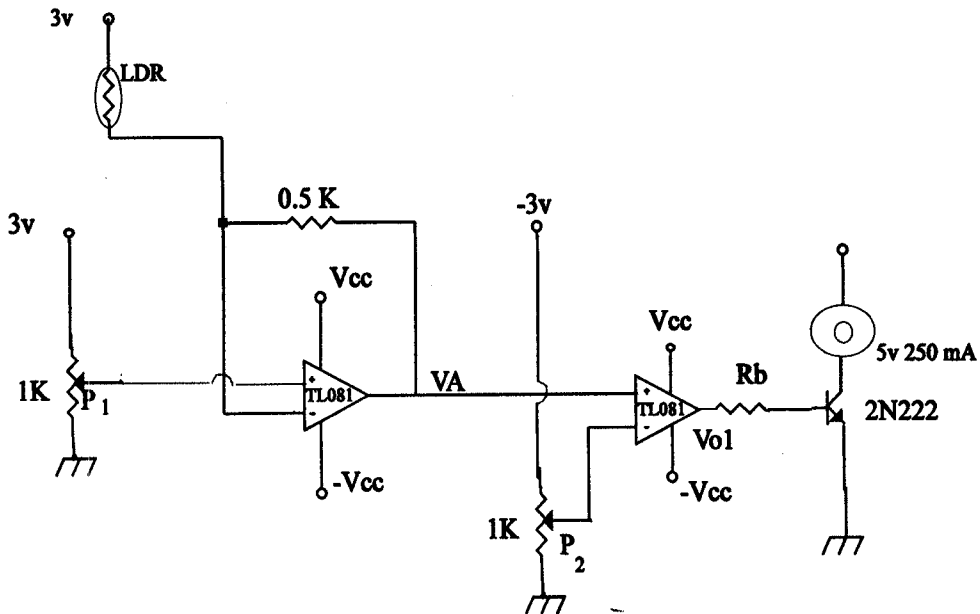

Figura 2.
- Se pretende medir la iluminación de un vivero de forma que no se sobrepase un límite inferior de 1000 lux. Para ello se dispone del circuito de la Figura 2. La tensión  $V_A$  vale 0v para una iluminación de 100 lux.